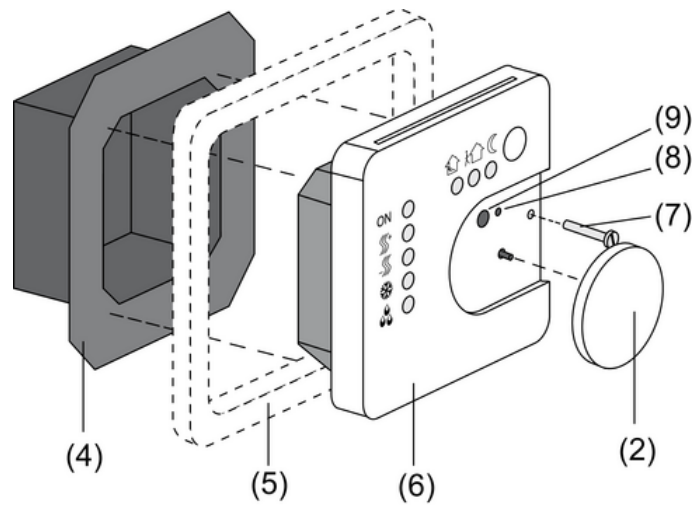
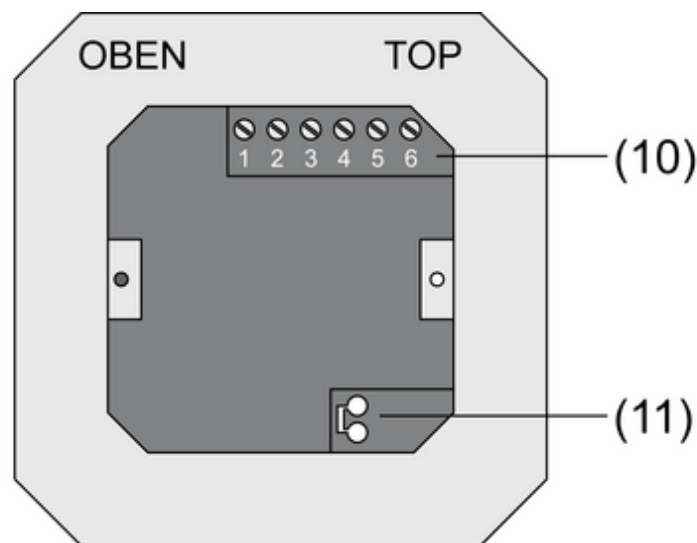
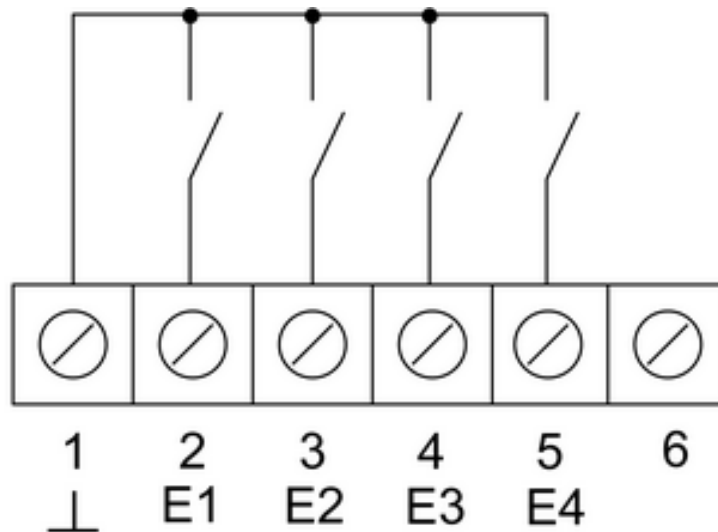
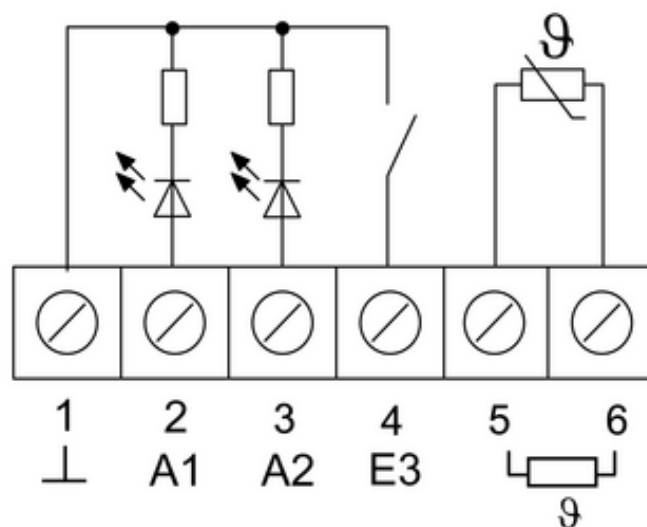

Figure 2
Figure 3
Figure 4
Figure 5
- (4) Mécanisme de bornes
- (5) Cadre design
- (6) Mécanisme électronique
- (7) Vis de fixation
- (8) LED de programmation
- (9) Touche de programmation
- Séparer le mécanisme de bornes (4) et la garniture électronique (6) (figure 2).
- Enficher la ligne de bus dans le mécanisme de bornes sur la borne de raccordement (11) (figure 3).
- Entrées binaires **E1...E4** : raccorder les contacts de fenêtre, les poussoirs de contact normalement ouvert ou fermé aux bornes **1** et **2...5** (figure 4) du bornier (10) (figure 3).
- Entrées binaires **A1...A2** : raccorder les LED ou les relais électroniques aux bornes **1** et **2, 3** (figure 5) du bornier (10) (figure 3).
- Raccorder la sonde de température externe aux bornes 5 et 6 (figure 5) du bornier (10) (figure 3).
- Introduire le mécanisme de bornes (4) (figure 2) dans un boîtier d'appareillage à encastrer. Observer l'inscription **OBEN / TOP**. Le raccordement de bus (11) doit se trouver à droite (figure 3).
- Positionner le cadre design (5) sur le mécanisme de bornes (4) (figure 2).
- Insérer le mécanisme électronique (6) en bonne position sur le mécanisme de bornes (4) (figure 2).
- Retirer la molette (2) (figure 2).
- Fixer le mécanisme électronique avec les vis de fixation (7)(figure 2).
- Remettre la molette (2) en place (figure 2).
- Appuyer sur la touche de programmation (9) (figure 2).
La LED de programmation (8) est allumée (figure 2).
La LED de programmation (8) s'éteint (figure 2).